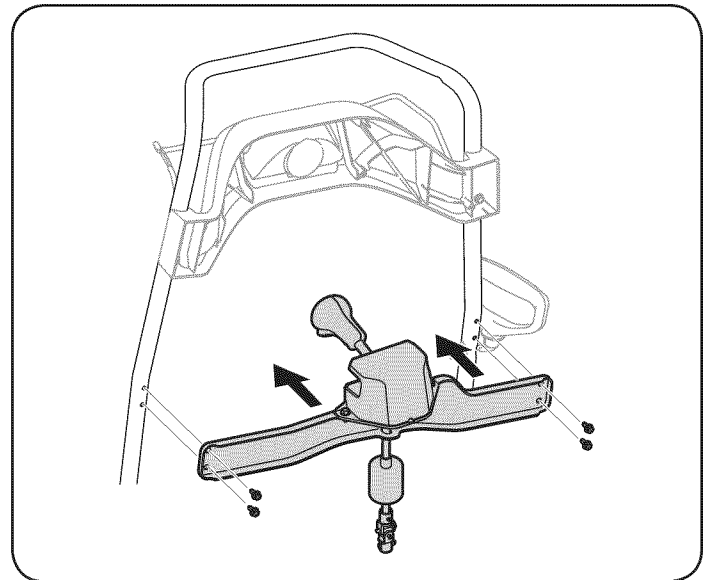

Figura 7
10. Usando los cuatro tornillos de cabeza hexagonal, instale el montaje del control de rotación del canal. Vea la Figura 7.